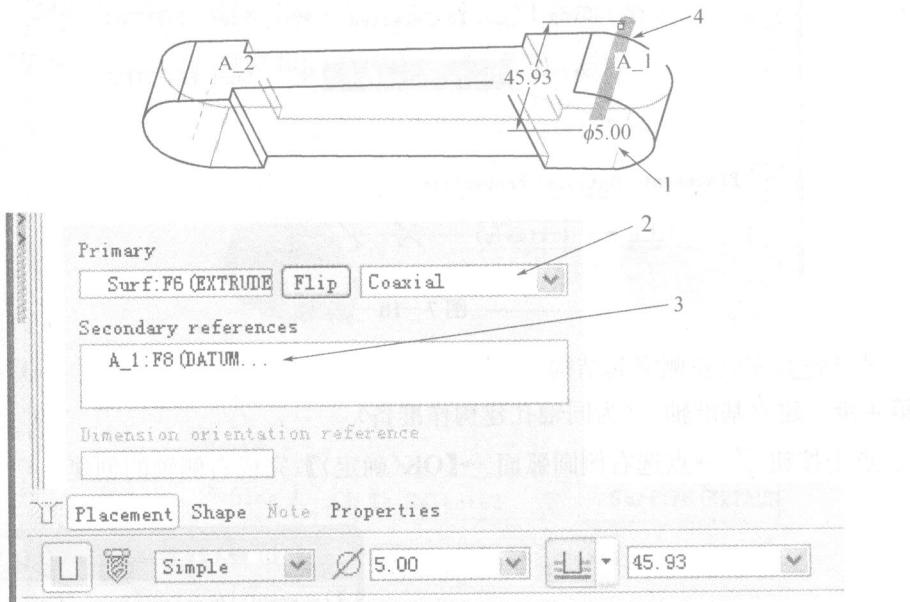

图 7-13
① 点击孔按钮 →【Placement(放置)】→点选放置面为右侧突起前面(如图 7-13 所示的位置 1)→修改定位方式为【Coaxial(同轴)】→点击【Secondary references(次参照)】下面的参考收集框(如图 7-13 所示的位置 3)→点选轴 A_1 作为轴的定位轴。